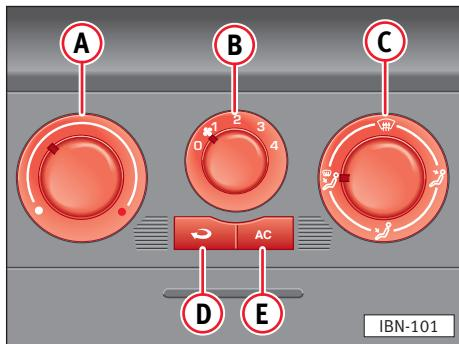

Fig. 86
- Girar el regulador giratorio **(C)** a la zona entre la distribución de aire "zona reposapiés" y "deshielo" ⇒ **fig. 86**.